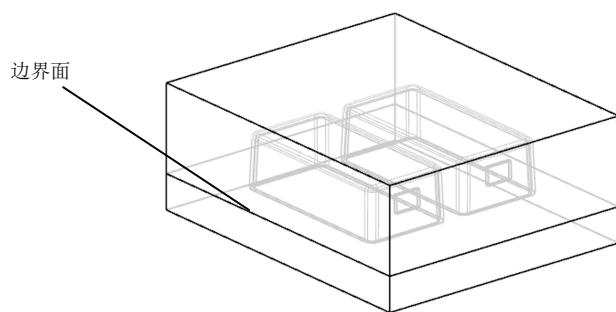
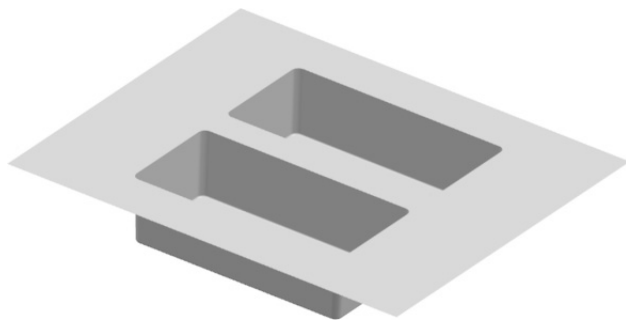

图 9-10 创建一个平面
图 9-11 修剪拉伸曲面
(17) 单击“完成”按钮，在【拉伸】对话框中对“指定矢量”选择“ $YC \uparrow$ ”，“开始”选取“值”，把“距离”设为 0，对“结束”选择“值”，“距离”为 150mm，“布尔”选择“无”。
(18) 单击“确定”按钮，创建一个平面，如图 9-10 所示。
(19) 选取“菜单 | 格式 | 图层设置”命令，在【图层设置】对话框中取消“□1”复选框，隐藏工件。
(20) 选取“菜单 | 插入 | 修剪 | 修剪片体”命令，选取拉伸片体为目标片体，抽取片体为工具片体，修剪拉伸曲面，如图 9-11 所示。